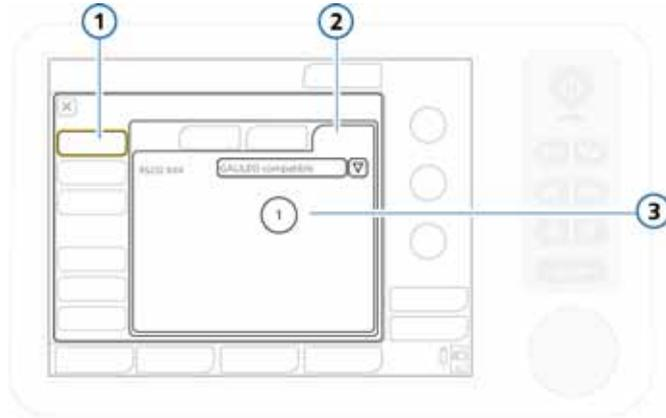

図 I-5. 最低音量の設定
1. [言語単位など] -> [その他] ウィンドウを開きます (図 I-5)。